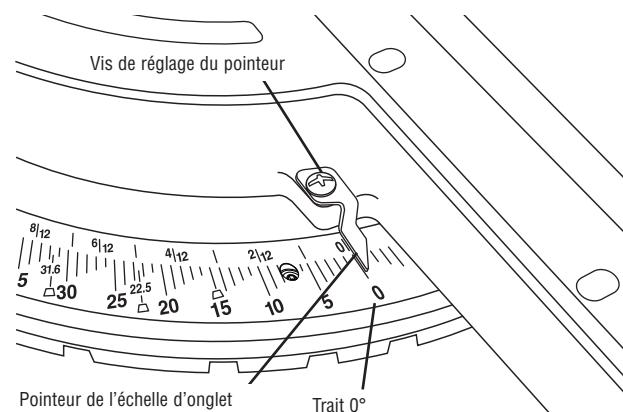

Figure 20. Réglage de l'échelle d'onglet
- Élevez l'ensemble de tête pour le mettre dans la position la plus haute (UP).
- Desserrez la vis de réglage du pointeur qui tient le pointeur de l'échelle d'onglet en place (voir Figure 20).